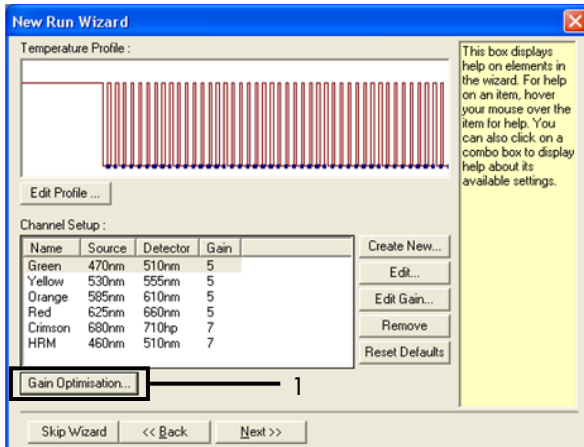

Figure 29. Optimisation du gain (1).
12. Dans la boîte de dialogue suivante, cliquer sur Gain Optimisation (Optimisation du gain) (figure 29).